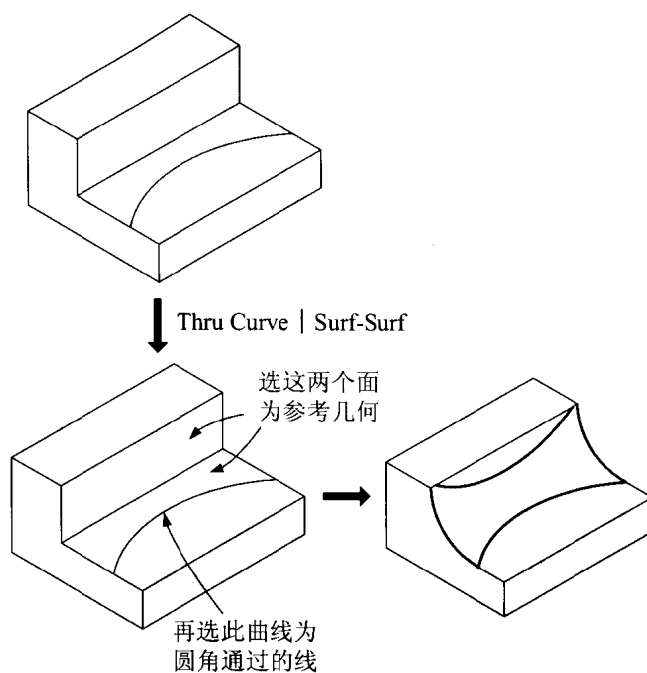

图 1.7
- ◆ **Thru Curve(通过曲线)**: 圆角通过某条曲线(见图 1.7)。